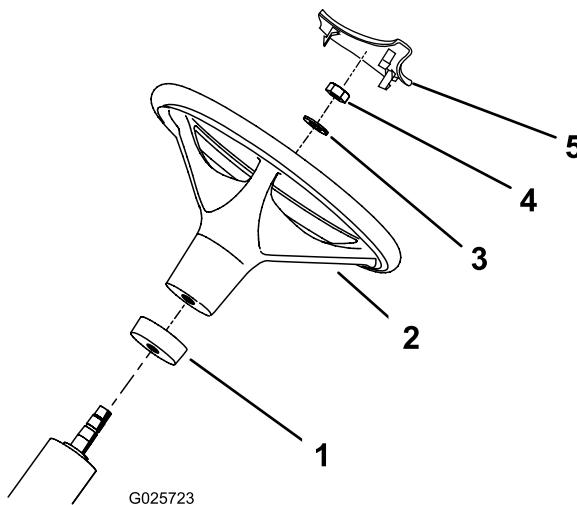

図 2
2. ウレタン製カラーを、径の小さい方からステアリングシャフトにはめ込む **図 2**。
3. ハンドルをステアリング シャフトにはめ込む (**図 2**)。
4. ハンドルをステアリングシャフトにはめ込み、ワッシャとロックナットで固定する **図 2**。
6. ステアリングハンドル用のカバーをハンドルの所定位置に押し込むようにして取り付ける **図 2**。